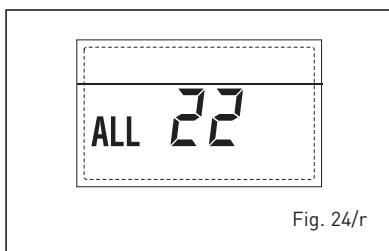

Fig. 24/r
- DELIVERY PROBE BREAKDOWN ANOMALY SECOND MIXED ZONE "ALL 23" (fig. 24/s)